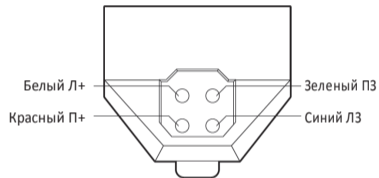

Рис. 3
2. Соблюдайте цвета и маркировку каналов в задней части корпуса для правильного подключения выводов тонарма. (Рис. 3)